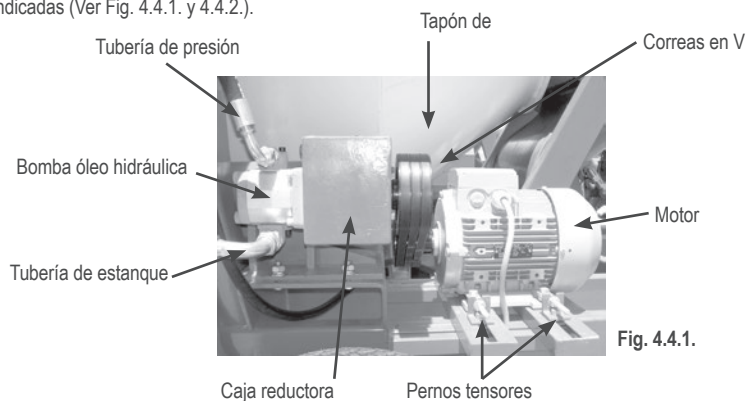

Fig. 4.4.1.
- Verificar la hermeticidad del depósito y las tuberías del sistema óleo hidráulico (Ver Fig. 4.4.1.).
Periódicamente controlar la tensión de las correas en V desde el motor a la caja reductora y según las líneas de tensión indicadas (Ver Fig. 4.4.1. y 4.4.2.).